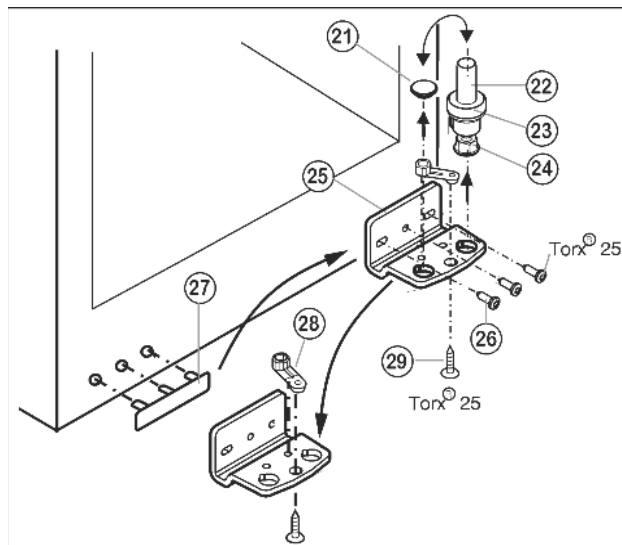

Fig. 6
- ▶ Извлеките опорный винт Fig. 6 (22) в комплекте с шайбой Fig. 6 (23) и регулируемой опорой Fig. 6 (24), вытягивая его вверх.
- ▶ Снимите пробку Fig. 6 (21).
- ▶ Открутите Fig. 6 (26) опорный кронштейн Fig. 6 (25).
- ▶ Открутите Fig. 6 (29) опорную деталь Fig. 6 (28) и, переставив в отверстие на противоположной стороне опорного кронштейна, снова прикрутите.
- ▶ Осторожно снимите и переставьте на противоположную сторону крышку со стороны ручки Fig. 6 (27).
- ▶ Снова прикрутите опорный кронштейн Fig. 6 (25) на новую сторону шарнира (с моментом 4 Нм). При необходимости используйте аккумуляторный шуруповёрт.
- ▶ Переставьте пробку Fig. 6 (21) в свободное отверстие.
- ▶ Вновь установите опорный винт Fig. 6 (22) в комплекте с шайбой и регулируемой опорой. При этом фиксатор должен быть направлен назад.
- ▶ Извлеките пробку (33) из опорной втулки дверцы и переставьте.
- ▶ Снимите и переставьте на противоположную сторону дверную ручку (32), пробку (33) и прижимные пластины* (34).
- ▶ Установите дверцу сверху на нижний опорный палец Fig. 6 (22).
- ▶ Установите верхний опорный кронштейн (12) на новой стороне шарнира и защелкните в дверце.
- ▶ Прикрутите верхний опорный кронштейн (12) (с моментом 4 Нм) (2 шт. Torx® 25) (13). При необходимости проделайте отверстия или используйте аккумуляторную отвертку.
- ▶ Защёлкните крышку (10) и крышку (11) на противоположной стороне.
- ▶ При необходимости выровняйте дверцу через два продольных паза в нижнем опорном кронштейне Fig. 6 (25) параллельно корпусу устройства. Для этого выкрутите средний винт.